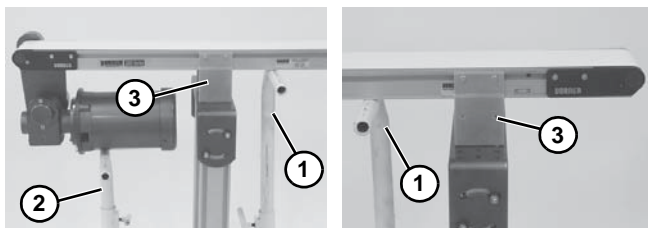
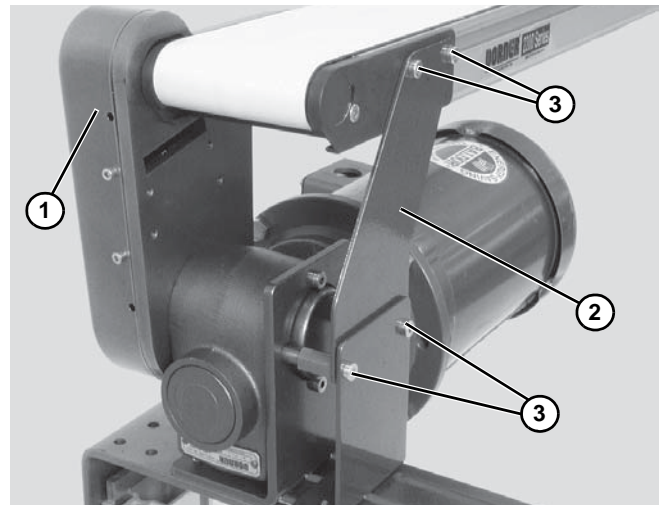

Figura 44
Figura 45
1. Coloque los soportes internos temporales (Figura 44, artículo 1) en ambos extremos del transportador. Coloque un soporte interno adicional debajo del motorreductor (Figura 44, artículo 2), si se dispone de él. Consulte ADVERTENCIA.
2. Retire los soportes (Figura 44, artículo 3) de un lado del transportador. (Pasos 3 y 4 en el orden inverso incluidos en la sección “Soportes de la Serie 2200” que empieza en la página 9.) Si el transportador dispone de un paquete de transmisión de carga pesada, quite los soportes de la cubierta de transmisión del lado opuesto (Figura 45, artículo 1).
3. Si se dispone de ellos, retire los rodillos de retorno, las guías y los accesorios de la cubierta de transmisión del lado opuesto (Figura 45, artículo 1).
4. Si el transportador está equipado con un paquete de transmisión de carga pesada, quite el soporte de transmisión (Figura 45, artículo 2): Quite los tornillos del soporte (Figura 45, artículo 3) y retire el soporte (Figura 45, artículo 2).
1. Asegúrese de que los soportes internos temporales (Figura 44, artículo 1) estén colocados en ambos extremos del transportador. Coloque un soporte interno adicional (Figura 44, artículo 2) debajo del motorreductor, si se dispone de él. Consulte ADVERTENCIA.
5. Si el transportador está equipado con un paquete de transmisión de carga pesada, vuelva a instalar el soporte de transmisión (**Figura 45, artículo 2**):